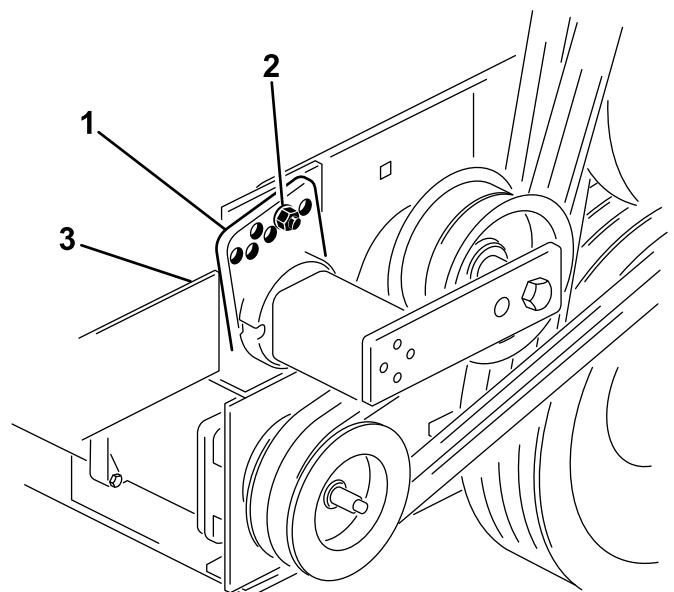

Bild 13
3. Nehmen Sie die Schraube und die Mutter ab, mit denen die Spannerführung an der Antriebshalterung befestigt ist, um die Spannung vom Riemen zu nehmen (Bild 13).